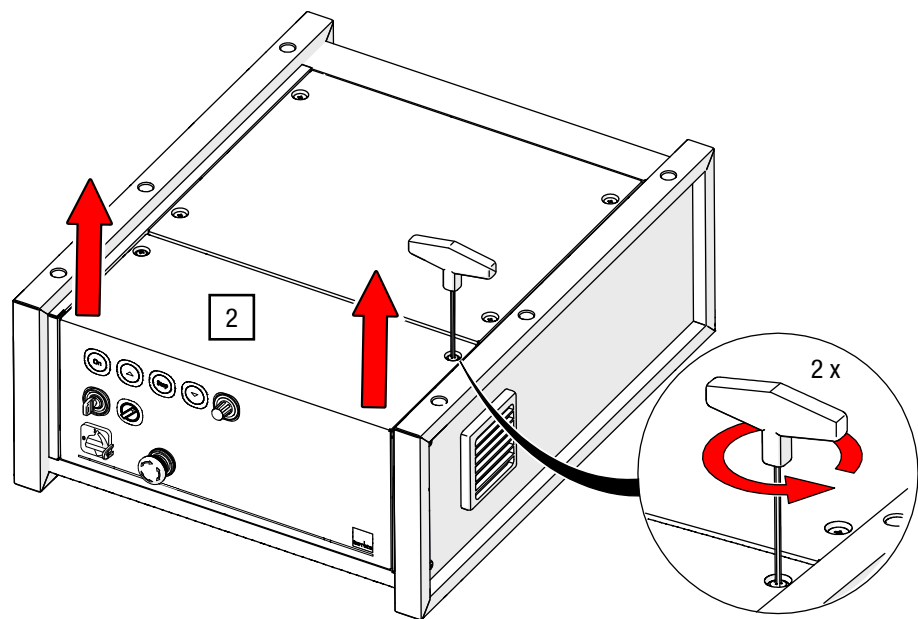

Abb. 23: G-FRAME 54 – Bedienfeld lösen und anheben
2. Lösen Sie das Bedienfeld mit dem Innensechskant SW 3 an beiden Seiten und heben Sie das Bedienfeld ab (siehe Abb. 23).